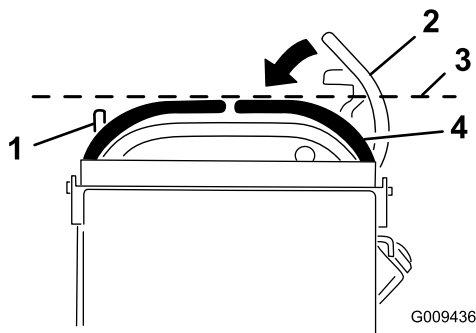

Figura 68
3. Spingete in giù la leva di controllo del movimento destra per toglierla dalla posizione di BLOCCO IN FOLLE (Figura 68).
4. Controllate se la leva di controllo del movimento destra è allineata orizzontalmente con la leva di controllo del movimento sinistra (Figura 68).